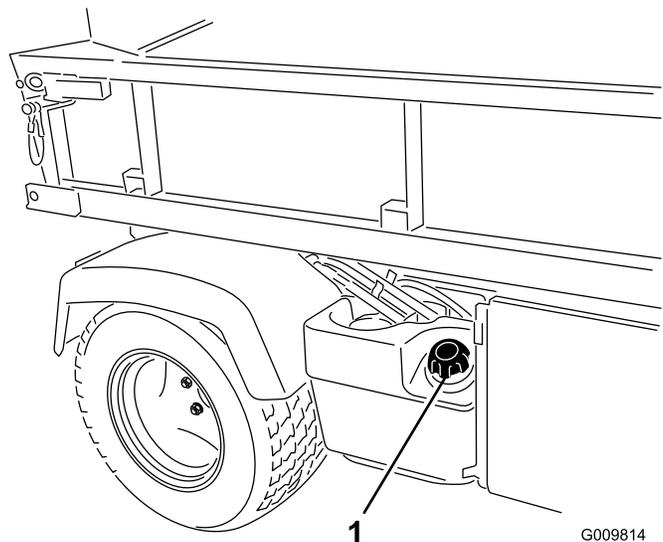

Рисунок 16
2. Снимите крышку топливного бака (Рисунок 16).